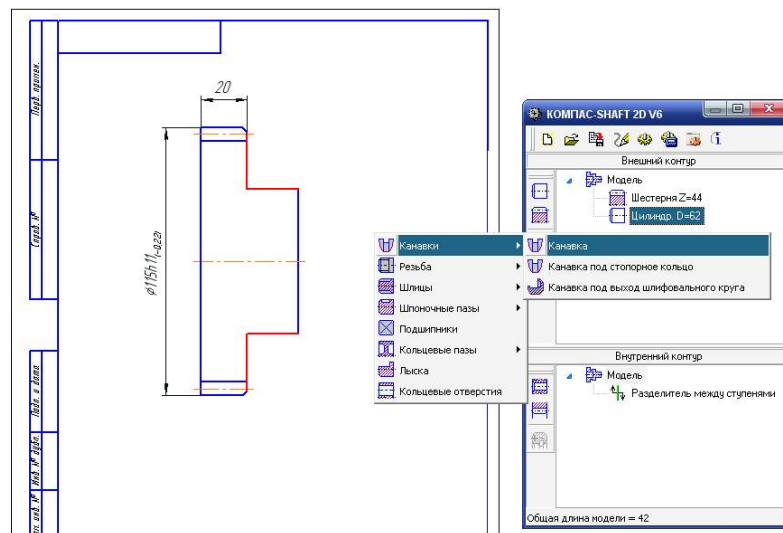

Рисунок 1.18 - Головне вікно програми КОМПАС- Shaft 2 D з відкритим спливаючим меню **Дополнительные элементы ступеней**
1. натисніть в верхньому вікні системи **КОМПАС- Shaft 2 D** на панелі інструментів по кнопці  – **Дополнительные элементы ступеней**. З'явиться спливаюче меню (рисунок 1.18);
2. оберіть пункт **Канавки** . З'явиться друге спливаюче меню, що включає три пункти (рисунок 1.18);